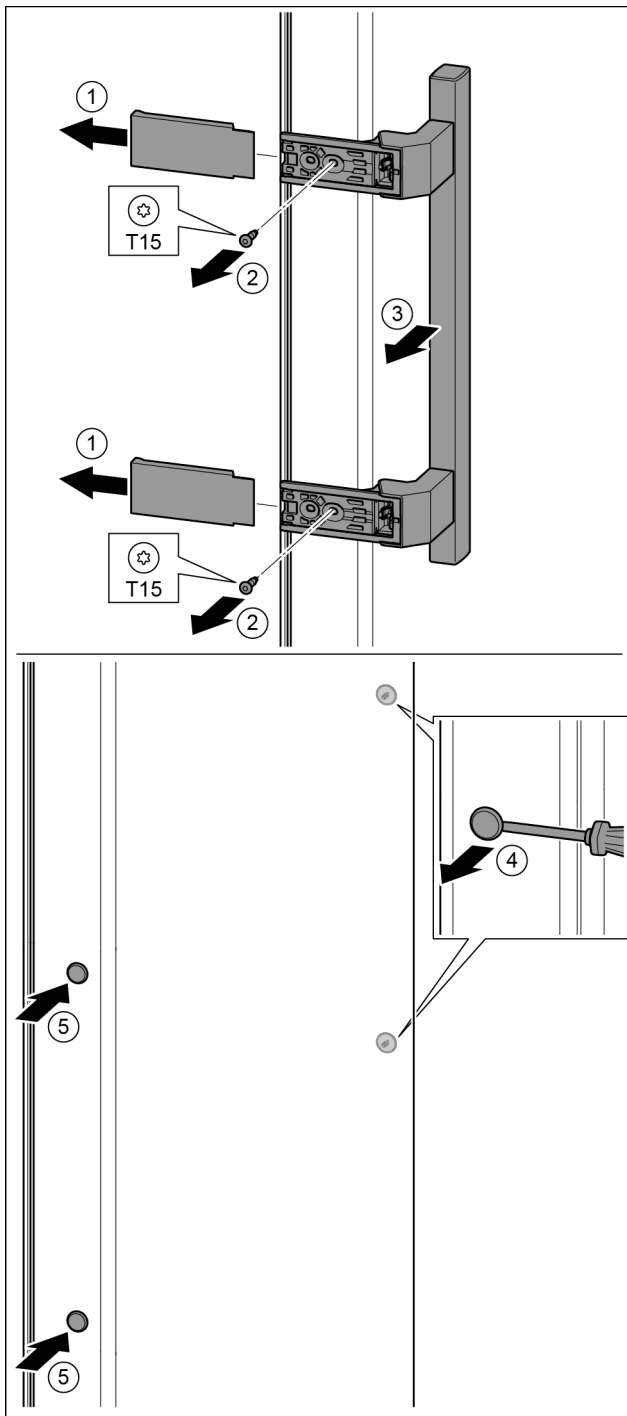

Fig. 36
- ▶ Afdekking eraf trekken. Fig. 36 (1)
- ▶ Schroeven met schroevendraaier T15 eruit draaien. Fig. 36 (2)
- ▶ Greep eraf halen. Fig. 36 (3)
- ▶ Zijdellingse stop voorzichtig met een sleufschroevendraaier optillen en eruit trekken. Fig. 36 (4)
- ▶ Stop op de andere kant weer aanbrengen. Fig. 36 (5)